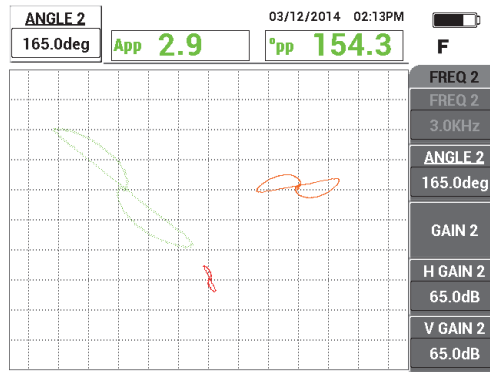

Abbildung 5-139 Einstellen des Winkels von FREQ 2
5. Drücken Sie zweimal die Direktzugriffstaste ANGLE () und stellen Sie dann den Winkel des Signals von Frequenz 2 (rot) ein, bis das ganze Signal fast vertikal ausgerichtet ist (siehe Abbildung 5-139 auf Seite 242).